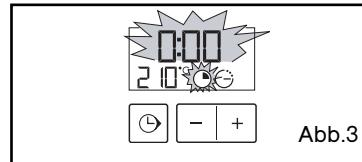

Abb.3
- blinken der Anzeiger für die Dauer der Garzeit und 0:00 (Abb.3).